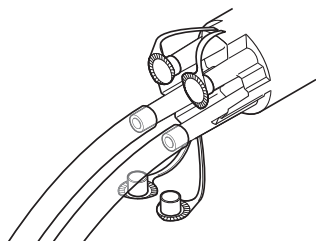

図4 チューブのマニホールドへの接続
3. 吸引チューブをマニホールドポートに取り付けます (図4)。必要に応じて、内径 5/16 インチ (7.9 mm) の吸引チューブまたは 5/16 インチ (7.9 mm) アダプタ付き内径 1/4 インチ (6.4 mm) の吸引チューブを使用してください。